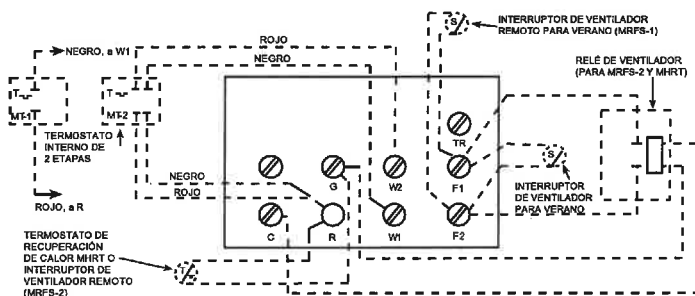

Figura 5. Bornera de control (para calefactores con contactor)
4. Para ver el diagrama de conexionado de las unidades provistas de contactor interno (unidades de 7 kW y mayores), consulte la Figura 5.